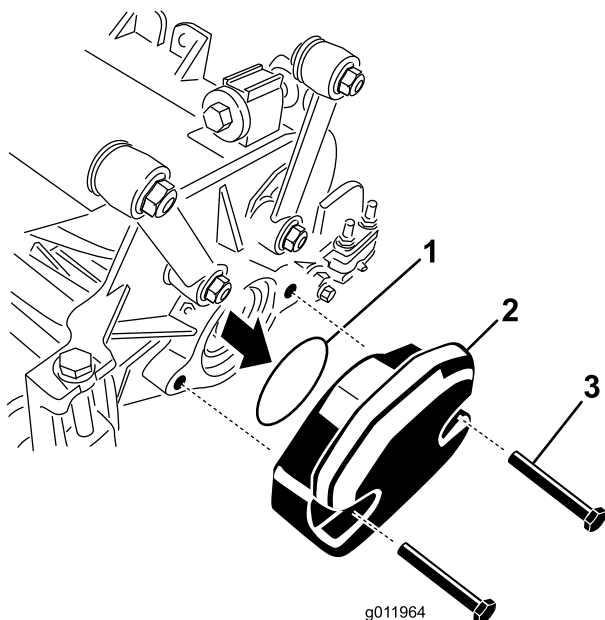

図 6
1. 4 番のカッティングユニットでは、カウンタ・ウェイトをカッティングユニットの左側に固定しているキャップスクリュ（2 本）を取る。カウンタ・ウェイトを取り外す（図 6）。